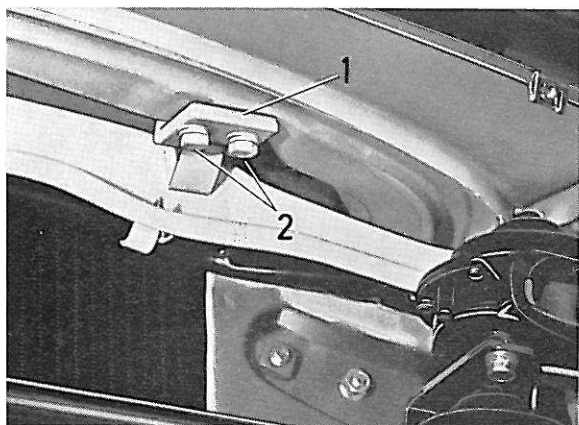

Figure 8. Charnière pour capot de moteur
3. Enlever du capot les vis (2, figure 8) des charnières de capot et déposer ce dernier. Pour pouvoir accéder aux vis de la charnière de droite, il faudra déposer la partie extérieure du filtre à air.
Lors de la pose du capot de moteur, l'ajuster à l'ouverture sur la carrosserie de manière à avoir le même écartement tout autour du capot, avant de resserrer les vis des charnières. Les trous dans les charnières étant plus grands que le diamètre des vis, on peut régler la position du capot dans le sens longitudinal comme dans le sens latéral. Le réglage en hauteur du capot se fait à l'extrémité avant à l'aide des cales (1, figure 8) à insérer entre le capot et les charnières et à l'extrémité arrière avec des cales à insérer entre le capot et les